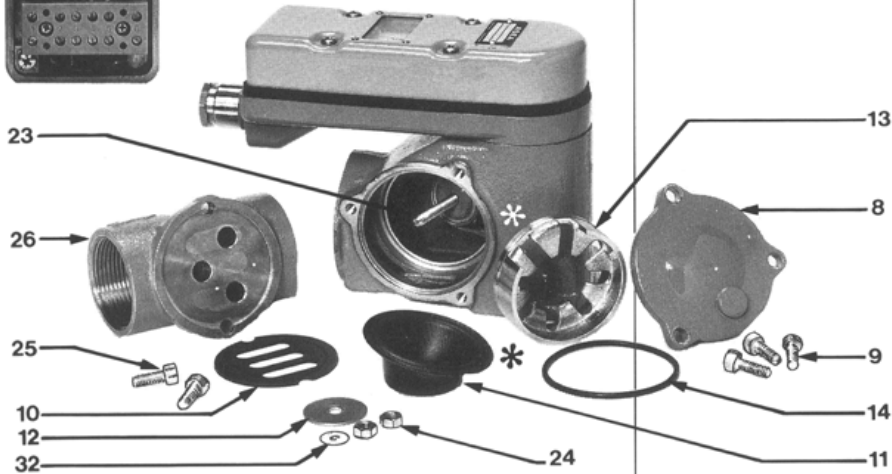

Fig. 6
### 2. Girando la caja de la chapa de orificio Ver fig. 6
Ver fig. 6
- que el tornillo tope (23), *fig. 6*, limita la desviación al borde superior del valor de la escala 6. El tope impide la sobrecarga del resorte. Se ajusta el tope moviendo las tuercas (24).